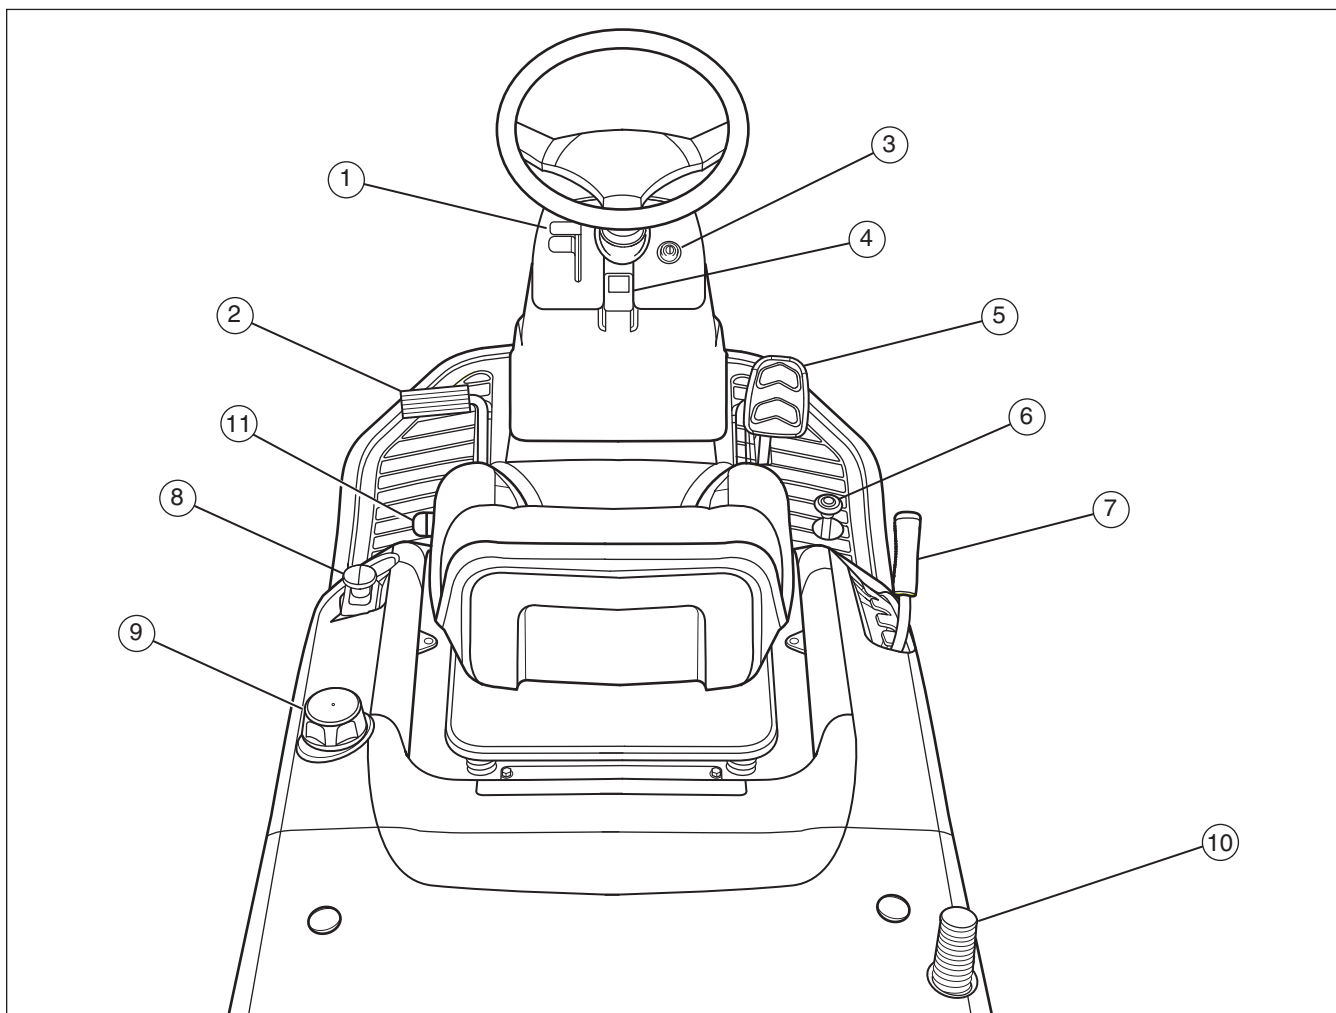

Figura 7
**Alavanca do controlo da válvula reguladora (1):** Utilize a alavanca do controlo da válvula reguladora para aumentar ou diminuir a velocidade do motor (consulte a **Figura 7**). Desloque a válvula reguladora para cima para aumentar a velocidade do motor e para baixo para diminuir a velocidade do motor. Utilize sempre com a válvula reguladora em MÁXIMO.
**Pedal de embraiagem/travão (2):** O pedal tem duas funções. A primeira função é a de embraiagem. A segunda função é a de travão.
**Botão de ignição (3):** Utilize o botão de ignição para arrancar e parar o motor. Nunca deixe o botão de ignição na posição de FUNCIONAMENTO com o motor parado. Este procedimento irá gastar a bateria.
**Botão do travão de estacionamento (4):** O botão do travão de estacionamento é utilizado para bloquear o travão de estacionamento quando o tractor está parado. Carregue totalmente no pedal do travão e puxe o botão para engatar o travão de estacionamento.
**Pedal do controlo de velocidade para a frente (5):** A velocidade de avanço para a frente do tractor é controlada pelo pedal do controlo de velocidade para a frente. Carregue no pedal para aumentar a velocidade de avanço para a frente.
**Pedal do controlo de velocidade de marcha-atrás (6):** Utilize o pedal de velocidade de avanço em marcha-atrás para controlar a velocidade de avanço em marcha-atrás.
**Alavanca de elevação (7):** A alavanca de elevação controla a altura de corte do corta-relva. Encontram-se disponíveis seis níveis de altura de corte (1 - Corte mais baixo, 6 - Corte mais alto).
**Controlo da rotação da lâmina (8):** Utilize o controlo da rotação da lâmina para iniciar e parar a rotação da lâmina. Puxe o interruptor para cima para engatar o controlo da rotação da lâmina e empurre para baixo para o desengatar.
**Depósito de combustível (9):** Para adicionar combustível, remova a tampa do depósito. Certifique-se de que deixa espaço para a expansão térmica.
**Cabo do ensacador de relva (10):** O cabo do ensacador de relva abre o ensacador para que este possa ser esvaziado e fechado para cortar a relva.
**Alavanca de regulação do assento (11):** Puxe a alavanca para cima para regular a posição do assento. Liberte a alavanca para bloquear o assento no lugar.